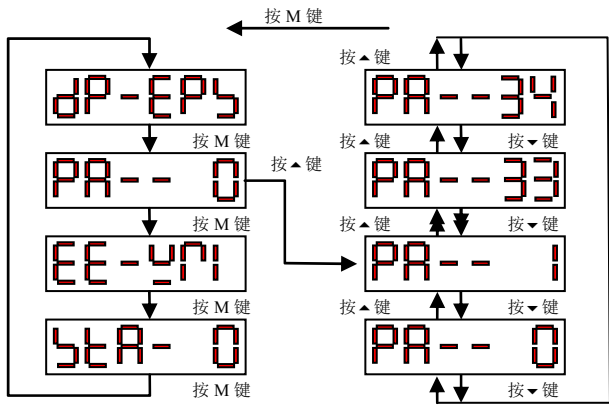

图 6.4 运动参数模式菜单
1.运动参数修改保存：在第 1 层中选择 **PA-- 0**，用▲、▼键选择参数号，按 S 键，显示该参数的数值，用▲、▼键可以修改参数值。按▲或▼键一次，参数增加或减少 1，按下并保持▲或▼键，参数能连续增加或减少。按◀键，被修改的参数值的修改位左移一位（左循环）。参数值被修改时，最右边的 LED 数码管小数点点亮，按 S 键返回参数选择菜单。按▲或▼键还可以继续修改其它参数，同样按 S 键返回参数选择菜单，见图 6.4 运动参数模式菜单。如果修改或设置的参数需要保存，先在 PA-34 输入密码：1230，然后按 M 键切换到“EE-WRI”方式，按 S 键将修改或设置值保存到伺服驱动器的 EEPROM 中去，完成保存后，数码管显示“FINISH”。通过按 M 键可切换到其它模式或通过按▲、▼键切换运动参数。